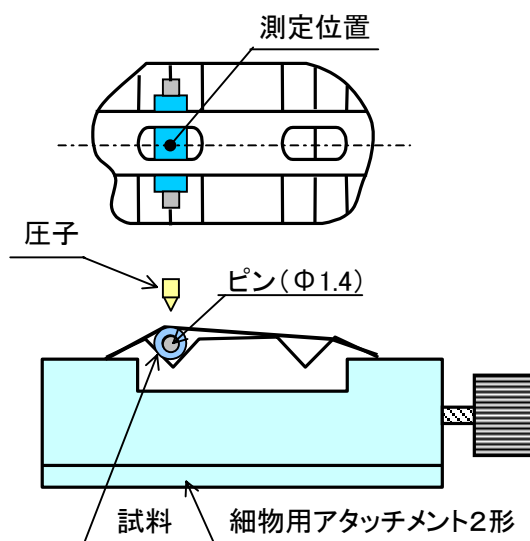

図1 試料固定方法(概略図)
- 7) 試験方法：試料内径に $\phi 1.4$ mmの金属ピンを軽く挿入し、細物用アタッチメント 2 形の V 溝に入れ、固定し、試験しました。(図1参照)